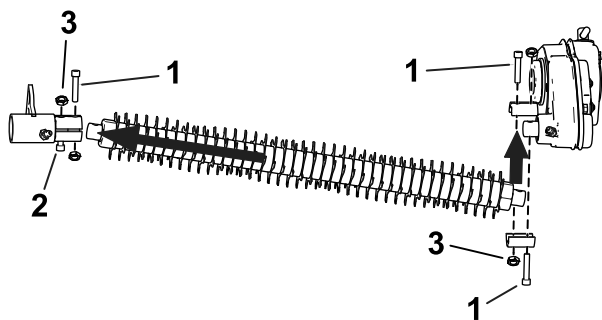
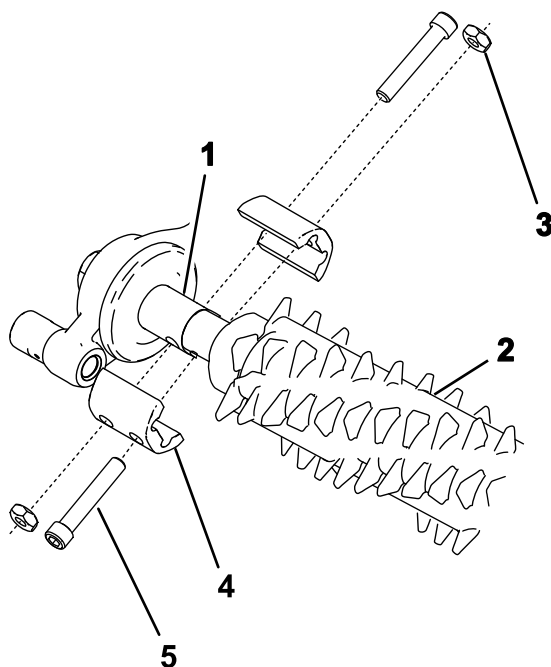

图22
图23
2. 将疏草刀轴轴夹的两半松松地安装在机器右侧的从动轴上（图22 和图23）。
3. 将疏草滚刀轴滑入右侧的轴夹，向上摆动到与左侧的驱动轴接触（图22）。
4. 如图22和图23所示将疏草滚刀固定到轴夹和螺母，上紧六角头螺丝扭矩至 9.6~10.5N·m。
1. 从疏草滚刀一侧卸下两个螺栓、螺母和轴夹（图23）。